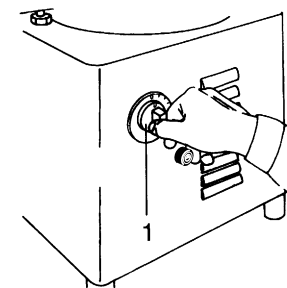

Fig. 7
- Impostare il tempo di pelatura con il temporizzatore 1 Fig. 7 (tempo variabile da 1 a 4 minuti).